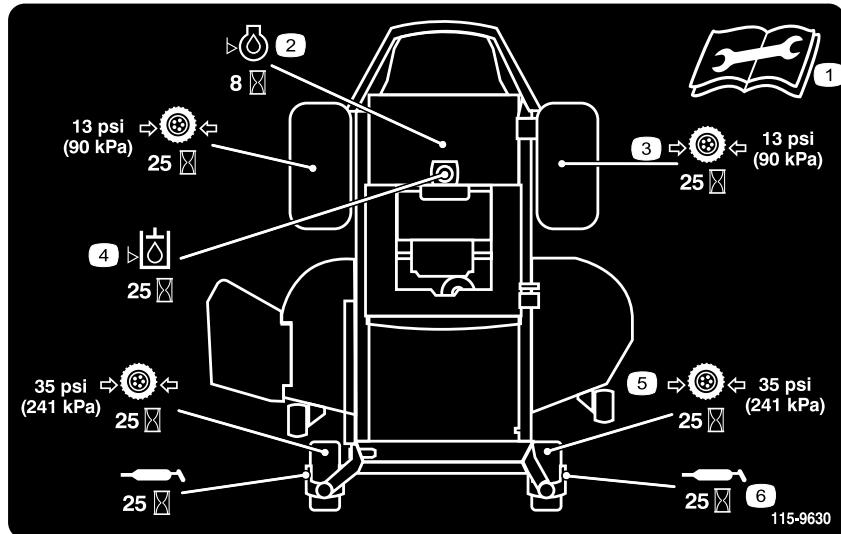

Figure 36
3. Nettoyez les graisseurs (Figure 37 et Figure 36) à l'aide d'un chiffon. Grattez la peinture qui pourrait se trouver sur les graisseurs.
4. Raccordez une pompe à graisse à chaque graisseur (Figure 37 et Figure 36). Injectez de la graisse dans les graisseurs jusqu'à ce qu'elle commence à sortir des roulements.